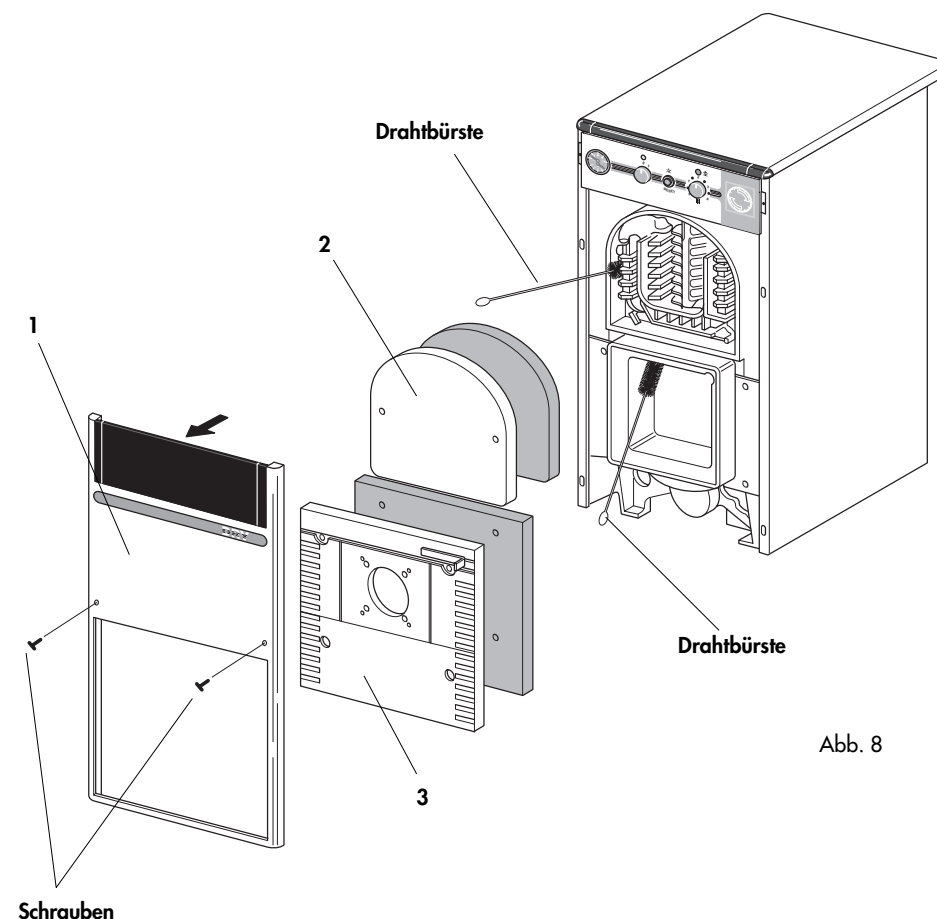

Abb. 8
- die Verkleidungsbleche 1,2 und 3 (Abb.8) abnehmen;